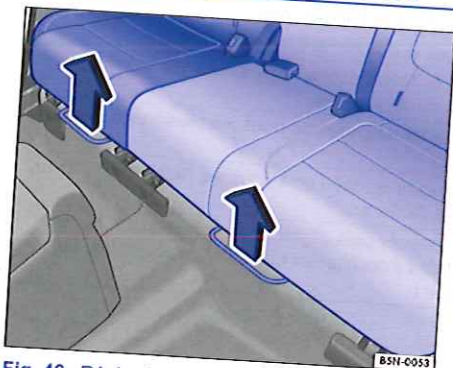

Fig. 46 Réglez la banquette arrière.
- Tirez le levier droit ou gauche vers le haut dans le sens de la flèche $\Rightarrow$ fig. 46 et déplacez la partie respective de la banquette arrière vers l'avant ou l'arrière dans le sens de la longueur.